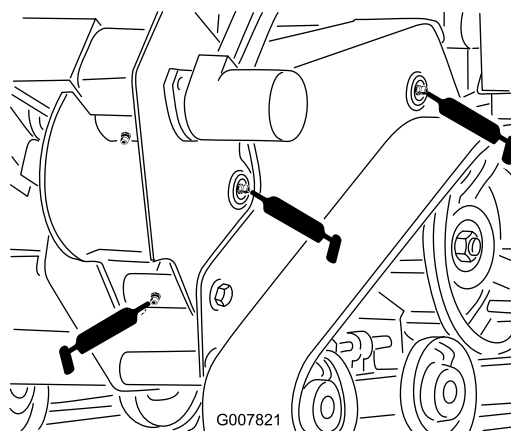

Figura 27
3. Conecte una pistola de engrasar a cada punto de engrase (Figura 27 a Figura 30).